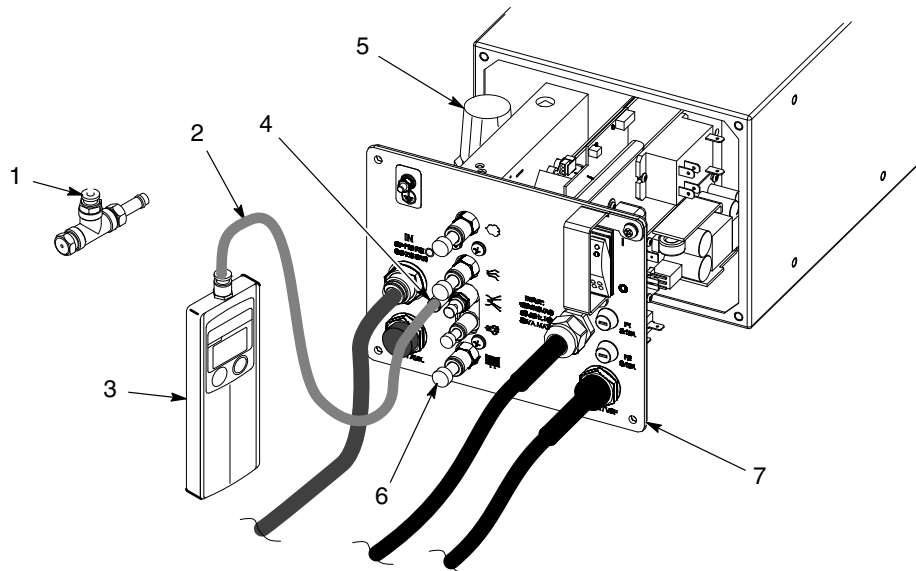

Bild 6-12 Inställning av regulator
1. Se bild 6-12. Drag ut sub-panelen (7) tillräckligt långt ut ur spänningsmatningsdelens kapsling så att man kan komma åt regulatorn.
2. Koppla loss 4-mm slangen för elektrodspolluft från spänningsmatningsdelen. Koppla loss slangarna för transport-, spolnings- och fluidiseringsluft och plugga anslutningarna med 8-mm resp. 6-mm pluggar (6).
3. Koppla loss 4-mm slangen för manometern (2) från strypningen (1) och anslut slangen till anslutningsnippeln för spolluft för elektroden (4).
6. Drag ut regulatorratten (5) och justera trycket till lite mer än 85 psi (5.86 bar). Manometern skall nu snabbt gå till ett högre värde, men skall aldrig ligga under 85.